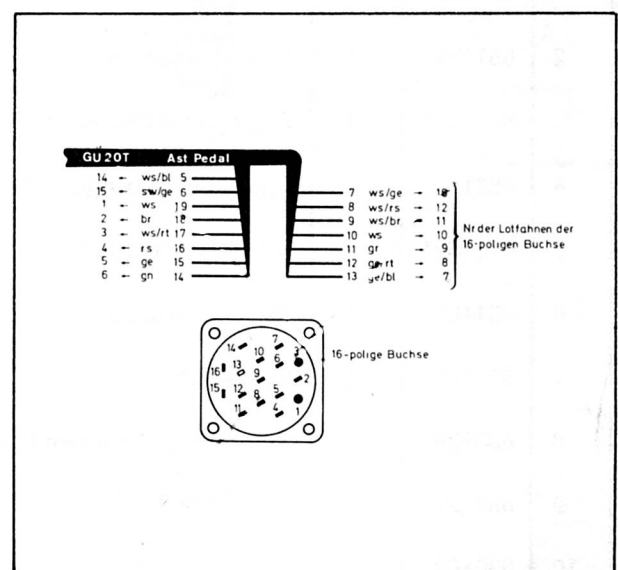

Abb. 12: Anschluß der 16-poligen Buchse für das Pedal der W 2 TV
10. Nur für die W 2 TV: Den Ast "Pedal" durch das Loch in der Frontseite (neben der linken Kufe) nach vorne herausziehen und nach Abb. 12 an der 16-poligen Buchse (aus Baupaket 8) anschließen. Dann die Buchse von vorne her in das Loch setzen und mit 4 Blechschrauben 2,9 x 9,5 (BP 8) festschrauben.